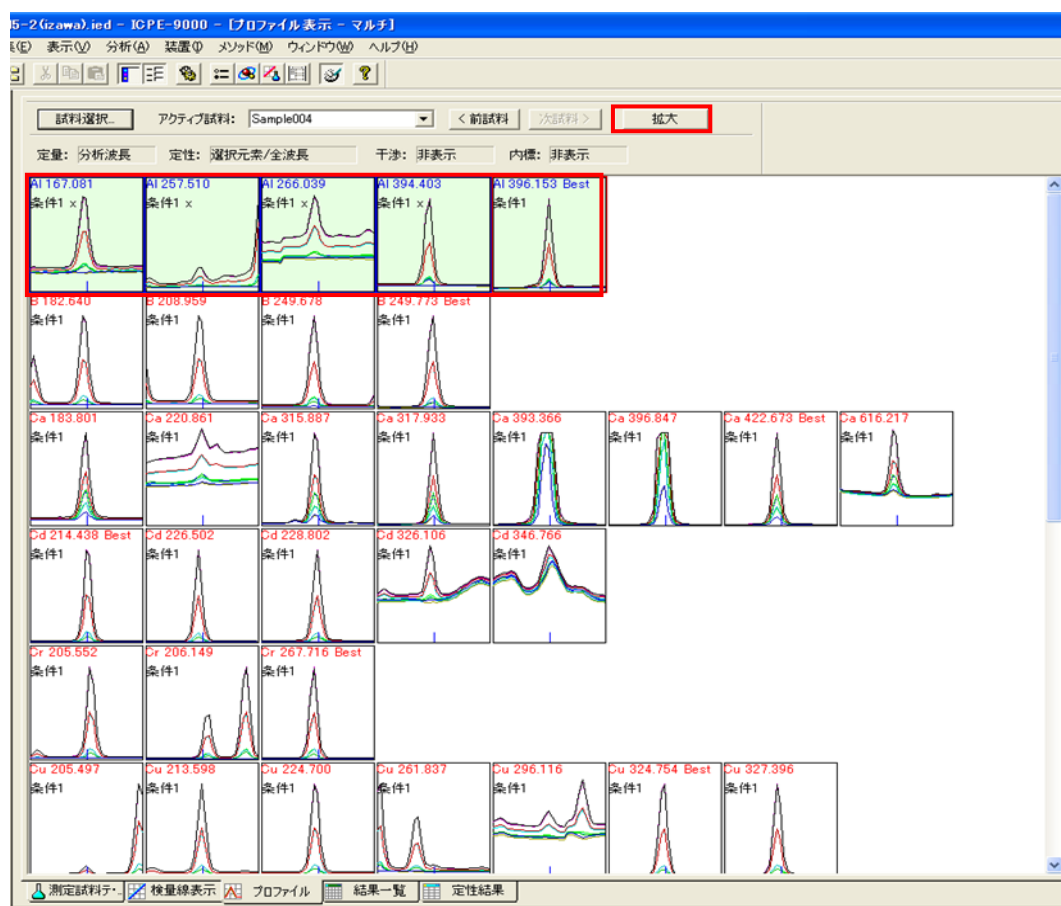

図 46
④ 元素ごとに波長をクリックして選び（最大6波長まで）、「拡大」ボタンをクリックします。図 46